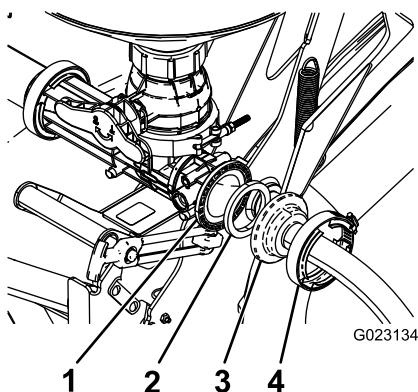

Рисунок 22
1. Присоедините конец шланга подачи без переходного штуцера к заднему отверстию клапана эдуктора, используя прокладку и хомут с червячным винтом (Рисунок 22).